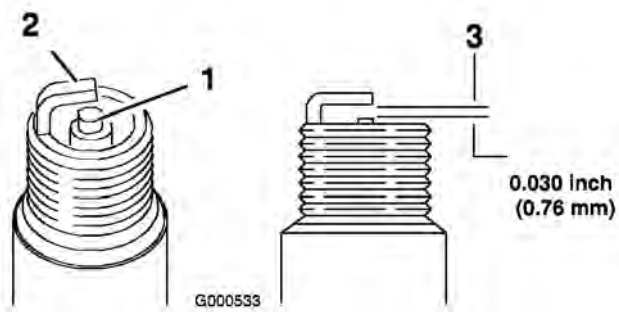

Figure 39
1. Examinez le centre des bougies (Figure 39). Si le bec de l'isolateur est recouvert d'un léger dépôt gris ou brun, le moteur fonctionne correctement. S'il est couvert d'un dépôt noir, c'est généralement signe que le filtre à air est encrassé.
2. Contrôlez l'écartement entre l'électrode centrale et l'électrode latérale (Figure 39). Courbez l'électrode latérale (Figure 39) si l'écartement est incorrect.